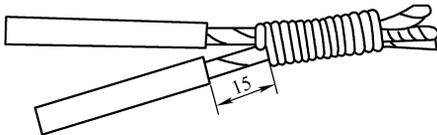

图 1-19 单股导线在接线盒内的缠卷绞接并接法连接
3. 单股导线在接线盒内的缠卷绞接并接法连接 (见图 1-19)